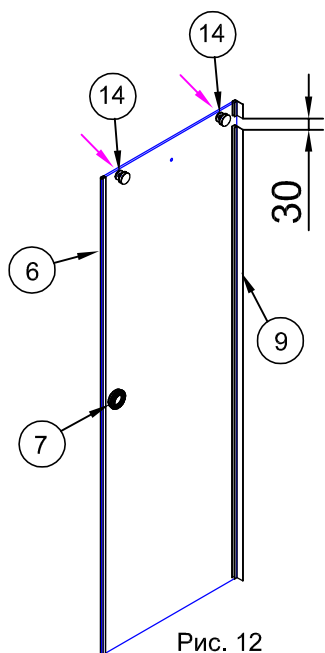

Рис. 12
4.1. На двери (№2) установить ручку "блинчик" №7. На торец со стороны ручки установить уплотнитель №6. На противоположный торец установить уплотнитель №9. Выступающее крыло уплотнителя должно быть направлено на внешнюю сторону. Между коротким и длинным отрезками нужно оставить промежуток 30 мм для прохождения рельса (рис.12).
4.2. В два верхних отверстия с внешней стороны установить два ролика №14. С внутренней стороны поставить крепежные шайбы и затянуть винты (рис. 12).